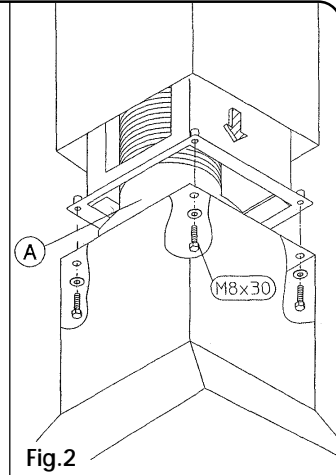
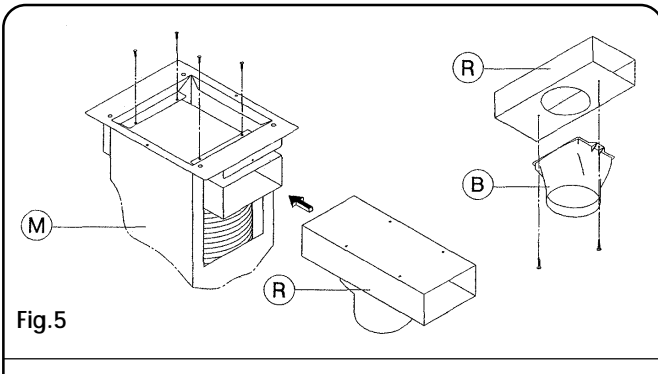

Fig.2
Fig.5
Per poter utilizzare questa funzione munirsi di un tubo estensibile non combustibile Ø150 mm da collegare al soffitto ,che andrà successivamente collegato al raccordo "A" **fig2**
- 6) sollevare la cappa, e dopo aver bloccato il tubo Ø150 mm al raccordo "A" tramite una fascetta, fissarla alla struttura telescopica con le 4 viti e rondelle **fig2**
Dopo esservi procurati il corredo filtrante procedere nel seguente modo **fig5**
- 3) collegare un tubo estensibile non combustibile Ø 150mm al raccordo "B", tramite una fascetta **fig5**, che andrà successivamente collegato al raccordo "A" **fig2**
Zum Einsatz der Dunstabzugshaube in dieser Version beschaffen Sie sich ein ausziehbares, nicht brennbares Rohr Ø150 mm, das an der Decke befestigt werden muss und das anschließend an den Anschluss "A" (**Abb.2**) anzuschließen ist.
- 6) Heben Sie die Dunstabzugshaube an und befestigen Sie diese, nicht ohne vorher das Ø150 mm Rohr mittels einer Schelle am Anschluss „A“ befestigt zu haben, am Teleskopschacht. Verwenden Sie hierzu die 4 Schrauben und Unterlegscheiben. (**Abb.2**)
Nachdem Sie sich den gesamten Filter-Montagesatz besorgt haben, verfahren Sie gemäß **Abb.5** wie folgt:
- 3) Schließen Sie ein ausziehbares, nicht brennbares Rohr (Ø 150mm) zuerst mittels einer Schelle (**Abb.5**) an den Anschluss "B" an; schließen Sie es dann an den Anschluss "A" (**Abb.2**) an.
To use the vented operating mode, fasten one end of a Ø 150 mm non-combustible extending pipe to the ceiling and the other to the connector "A" (fig. 2).
- 6) lift the hood and, once you have secured the Ø 150 mm pipe to connector "A" with a clamp, fasten it to the telescopic flue using the 4 screws and washers (fig. 2);
Once you have the relevant assembly kit, proceed as follows (fig. 5):
- 3) fasten one end of a Ø 150 mm non-combustible extending pipe to connector "B" using a clamp (fig. 5), and the other to connector "A" (fig. 2);